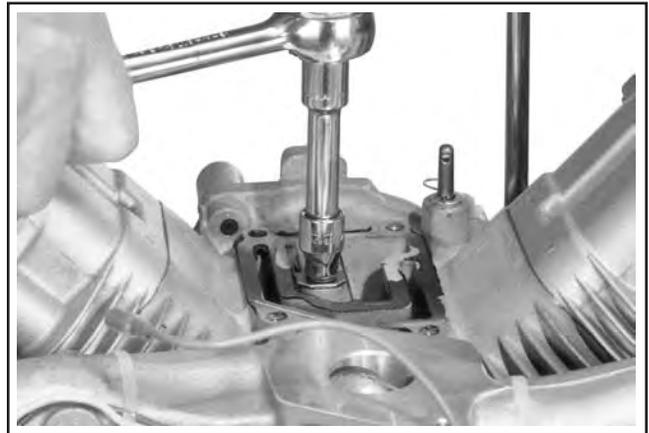

Abbildung 9-44. Abnahme des Entlüfterrohrs.
7. Die geflanschte Sechskantschraube, die Haltervorrichtung des Entlüfterrohrs und das Entlüfterrohr entfernen. Siehe Abbildung 9-44.